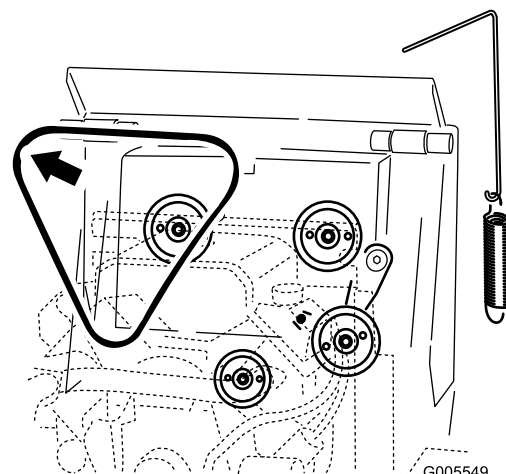

Figura 54
6. Retire la correa de las tres poleas (**Figura 54**).